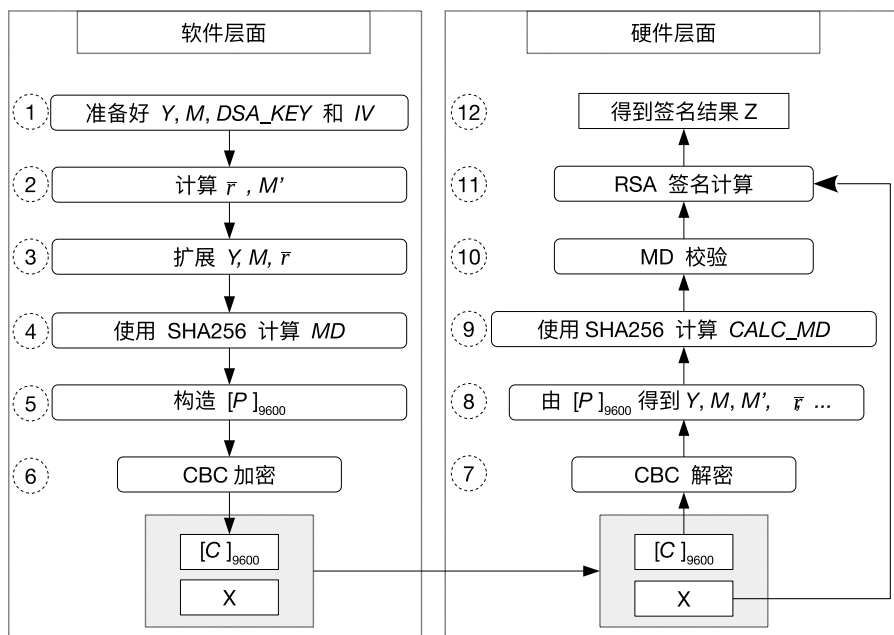

图 22-1. 软件准备工作与硬件工作流程
如果用户想使用 DSA 模块进行数字签名，则需要提前做好软件准备工作，如图 22-1 所示。图中左半部分列出了在硬件开始 RSA 签名计算之前软件需要做的准备工作，右半部分则列出了硬件在整个签名计算过程中的计算流程。
- 即便有多次签名计算，也只需进行一次软件准备工作（图 22-1 左侧），但每一次签名计算都需要重新进行硬件运算（图 22-1 右侧）。
用户需要依照图 22-1 左侧中指定的步骤来计算 C 。详细过程如下：
1. 解析阶段, 即图 22-1 中的步骤 7 和步骤 8
解析过程是图 22-1 中步骤 6 的逆过程。DSA 模块将调用 AES 硬件加速器以 CBC 块模式对输入的密文信息 C 进行解密, 获取明文信息。该过程可以表示为 $P = \text{AES-CBC-DEC}(C, DSA_KEY, IV)$ 。其中, IV 就是 $[IV]_{128}$, 由用户直接指定; $[DSA_KEY]_{256}$ 由硬件 HMAC 提供, 通过存储在 eFuse 中的 $HMAC_KEY$ 得到, 软件无法获取。
2. 校验阶段, 即图 22-1 中的步骤 9 和步骤 10
DSA 模块会执行两种校验操作: MD 校验和填充 (padding) 校验。由于填充校验和 MD 校验同步进行, 因此填充校验未在图 22-1 中体现。
3. 计算阶段, 即图 22-1 中的步骤 11 和步骤 12